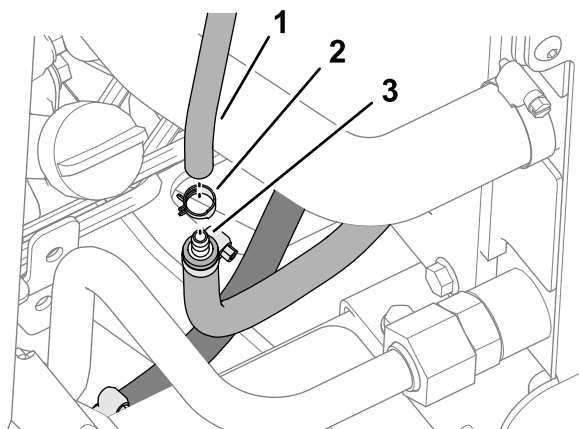

Figure 18
2. Acheminez l'autre extrémité du flexible du filtre à carburant jusqu'à l'autre flexible du refroidisseur de carburant (Figure 18).
3. Placez le flexible du filtre de carburant et un collier à ressort sur le raccord cannelé du flexible extérieur du refroidisseur de carburant (Figure 18).